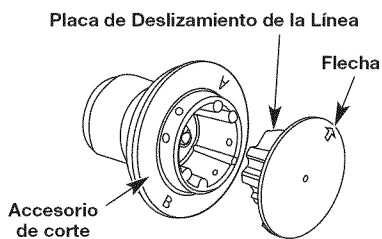

Fig. 23
3. Reinstale la placa de deslizamiento (Fig. 23). Alinee la flecha con: